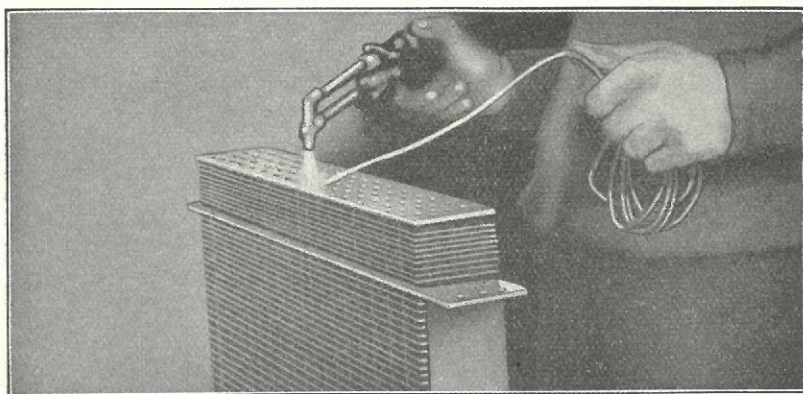

Fig. 401
- 804** Ved Lodning med Brænder føres denne først og Loddetinnets lige bagefter som vist paa Fig. 401. Det gøres saaledes af to Grunde. For det første forvarmes Loddefladerne, og Lodningen gaar hurtigere, og for det andet gives der Tinnets Mulighed for en hurtig Afsvaling efter, at det er flydt paa Plads. Brug rigelig Syre. Undertiden er det nødvendigt at stryge efter med Syre efter at Lodningen er begyndt, men dette er aldrig saa virkningsfuldt, som naar tilstrækkelig Syre er strøget paa fra Begyndelsen. Syre skal anvendes saavel ved Lodning med Kolbe som med Brænder. Kolben bruges med størst Fordel ved Lodning af to parallelle Flader; i alle andre Tilfælde passer Lampen bedst.
- 815** Aftagningen af Tanken ødelægger ofte Lodningen af Rørene i Toppladen, og det er derfor ofte nødvendigt at varme Indersiden af Toppladen og afbørste det gamle Loddetin og Rust samt at sætte Rørene om, inden Tanken fastloddet (Fig. 401).